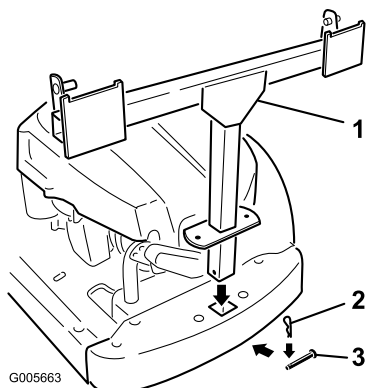

Figura 4
2. Fissate il telaio del sistema di raccolta con un perno con testa (5/16 x 2-1/4 poll.) e una coppiglia (Figura 4).
3. Montate due aste, una su ciascun lato del telaio del sistema di raccolta. Individuate la staffa scanalata a corredo tra la ruota motrice posteriore ed il telaio. Inserite l'estremità svasata dell'asta nell'apertura della scanalatura e spingetela indietro (Figura 4).
4. Inserite le estremità curve dell'asta nel telaio del sistema di raccolta, come illustrato nella Figura 4. Fissate entrambe le estremità delle aste con le coppiglie.